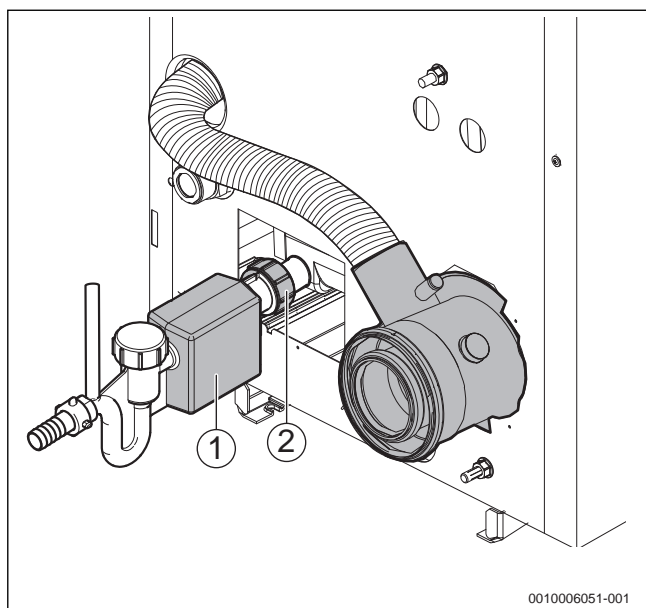

Рис. 63 Чистка конденсатной ванны
- ▶ Подсоедините сифон (→ рис. 63, [1]) к штуцеру конденсатной ванны (→ рис. 63, [2]).